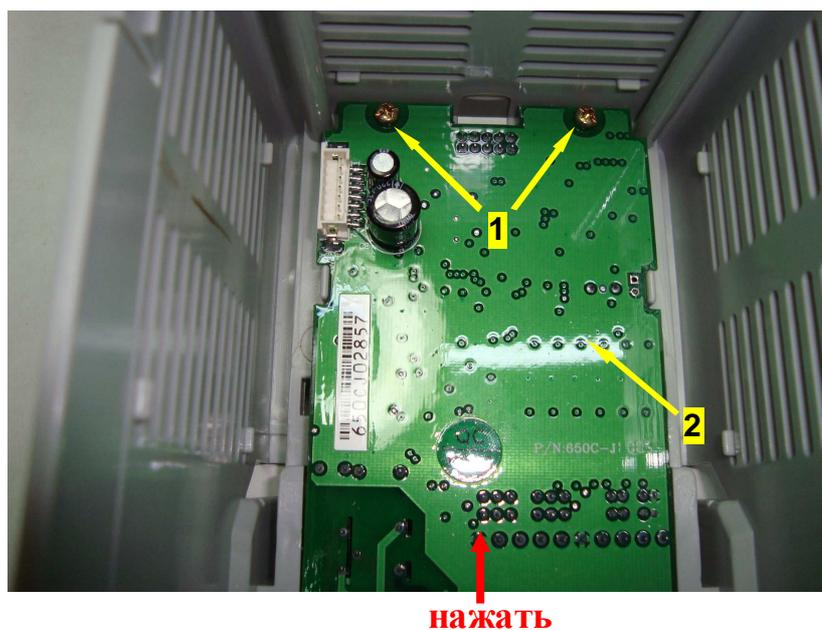
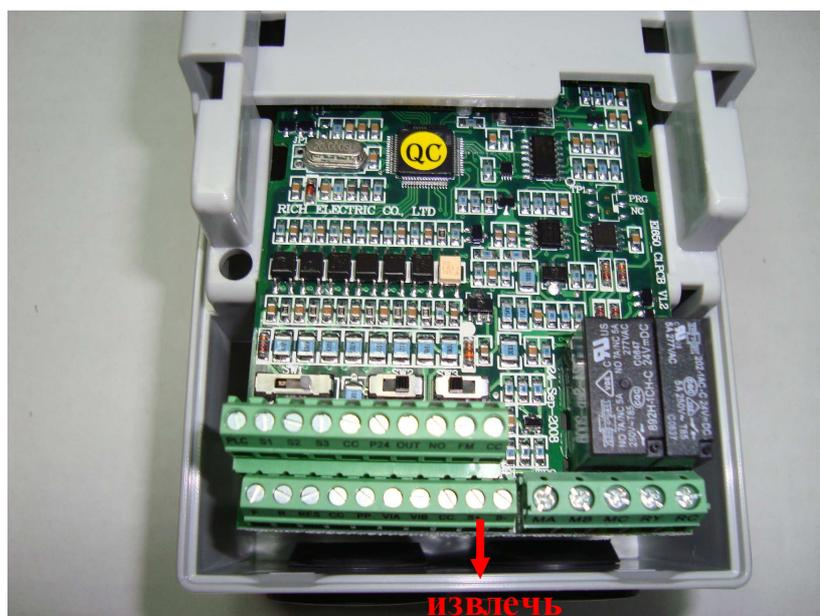

Рис. 6.8
Рис. 6.9
6.4.2. Отвернуть 2 винта 1 крепления платы ЦП к верхней части корпуса (рис. 6.8).
6.4.3. Нажать на нижнюю часть платы ЦП (рис. 6.8.) и извлечь ее со стороны лицевой панели (рис. 6.9). Положить плату в тару.